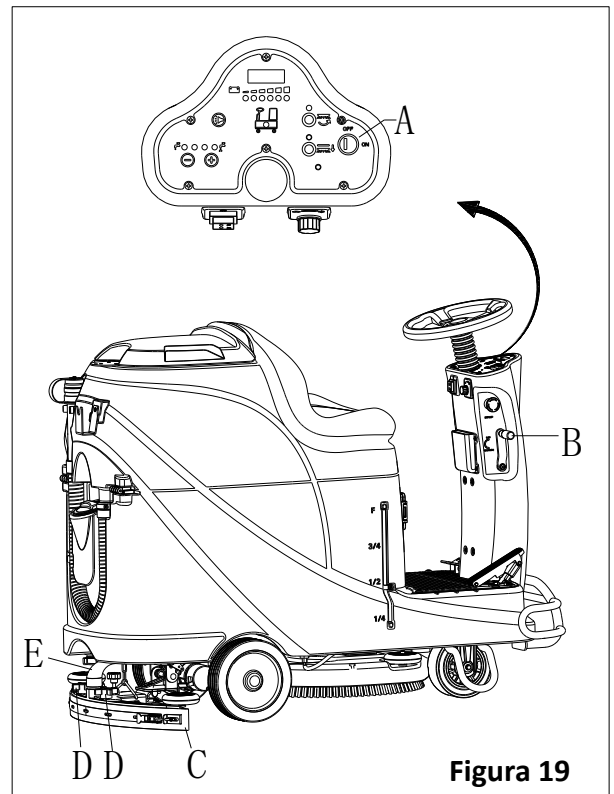
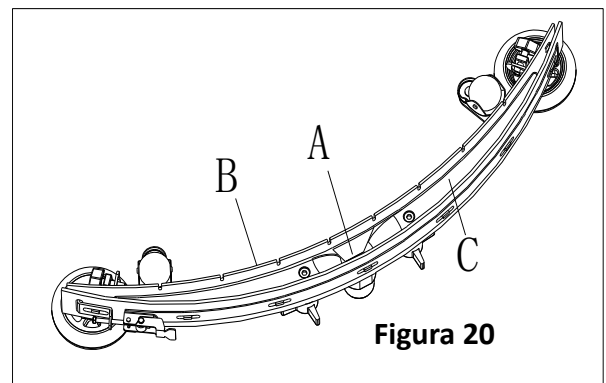

Figura 19
Figura 20
2. Gire el interruptor de llave (A, Figura 19) hacia "OFF".
3. Baje la escobilla (B) con la palanca (C).
4. Afloje las perillas (D) y retire la escobilla.
5. Desconecte la manguera aspiradora (E) de la escobilla.
6. Limpie la escobilla de acero o aluminio, especialmente los compartimentos (A, Figura 20) y los orificios (B). Revise la integridad, cortes y rasguños de la cuchilla frontal (B) y la cuchilla trasera (C), si es necesario, reemplácelas según las instrucciones del siguiente párrafo.